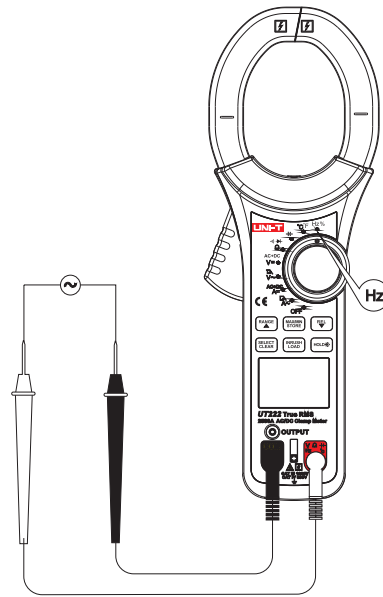

图10
## 7. 频率/占空比测量 (见图10)
- 电流测量功能必须在0°C~40°C之间操作,在直流电流测量时,如果读数为正值,则电流的方向为由上到下(见图10:面板为上,底盖为下)。按住扳机不要突然松开,霍尔元件是一种敏感器件,除了对磁敏感外,对热、机械应力均有不同程度的敏感,撞击会短时间引起读数变化。
- 电流测量功能必须在 $0^{\circ}\text{C}\sim 40^{\circ}\text{C}$ 之间操作, 在直流电流测量时, 如果读数为正值, 则电流的方向为由上到下(见图10: 面板为上, 底盖为下)。按住扳机不要突然松开, 霍尔元件是一种敏感器件, 除了对磁敏感外, 对热、机械应力均有不同程度的敏感, 撞击会短时间引起读数变化。
- 电流测量功能必须在0℃~40℃之间操作，在直流电流测量时，如果读数为正值，则电流的方向为由上到下（见图10：面板为上，底盖为下）。按住板机不要突然松开，霍尔元件是一种敏感器件，除了对磁敏感外，对热、机械应力均有不同程度的敏感，撞击会短时间引起读数变化。